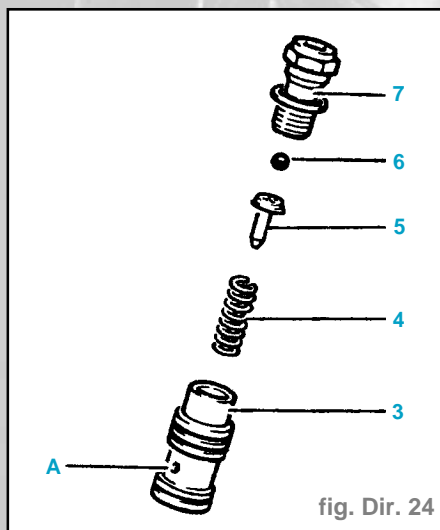

fig. Dir. 24
- Déposer : (fig. Dir. 24)
- le tamis (7) du piston (3),
- la bille (6),
- le siège (5),
- le ressort (4).